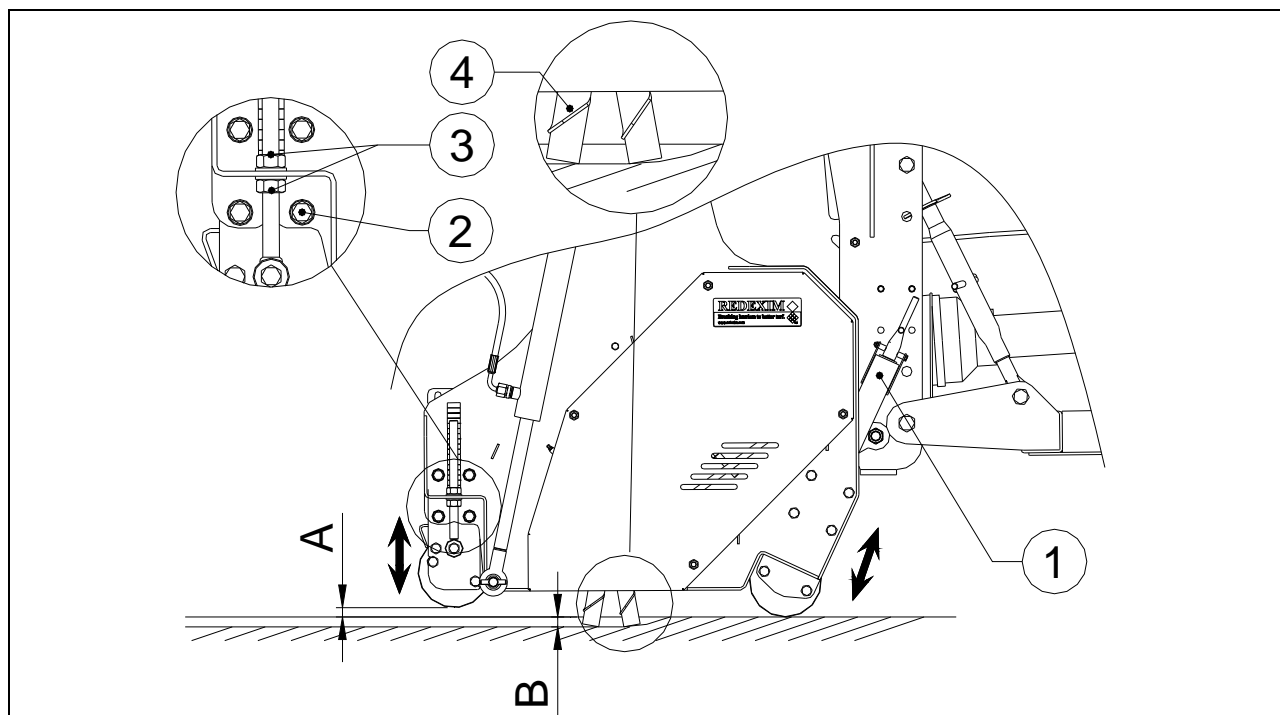

Fig. 9
Afin de régler la profondeur de travail, respectez la procédure suivante : (voir Fig.9)
- ⚠ **Si des lames à vent (voir fig. 9 article 4) sont montées, ne réglez jamais la machine plus profondément, afin que les lames restent au-dessus de la surface.**
**Si des lames à vent (voir fig. 9 article 4) sont montées, ne réglez jamais la machine plus profondément, afin que les lames restent au-dessus de la surface.**
5. (voir Fig.9) Dévissez des deux côtés de la machine les boulons 2 et réglez le rouleau arrière avec les écrous 3 de manière à ce que la distance au-dessus du sol A soit de 10mm (0.4") et réglez les des deux côtés de manière identique.
6. (voir Fig.9) Vissez bien les boulons 2 et les écrous 3.